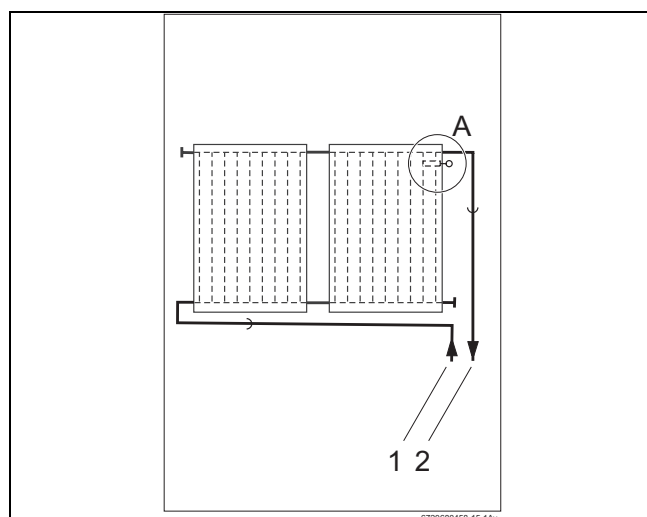

Fig. 45 Punto de montaje de la sonda del captador (representación esquemática)
Tenga en cuenta el lugar de instalación en el caso de montar una o dos filas de captadores en serie (Fig. 45, [1]).
La sonda del captador debe montarse en el captador con la tubería de impulsión conectada (Fig. 45, [2]).
- Lugar de instalación (Fig. 45, [A]) para sistemas de captadores unilaterais con tubería de impulsión a derecha.